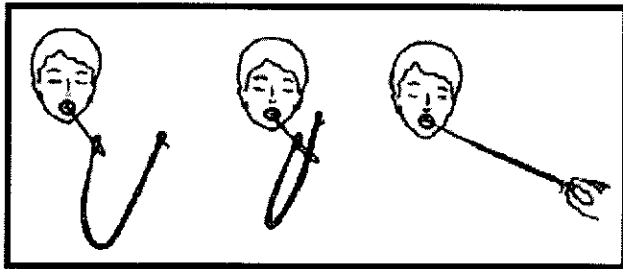

Figura 1, Figura 2 y Figura 3
- Introduzca el cable de inserción a través del lazo de alambre de One Step (Figura 1).